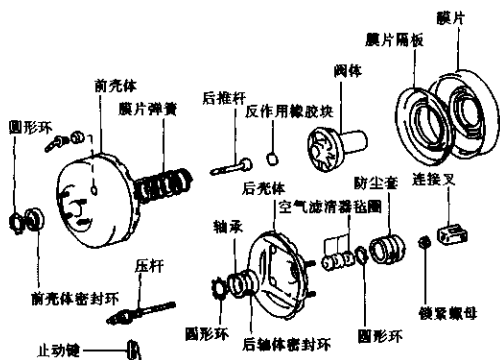

图 3-264 真空助力器的分解图
4) 分解真空助力器前，应在前后壳体上做上标记，以便于装配。然后按顺序依次拆下膜片弹簧、推杆、膜片总成及前壳体密封件等，如图 3-264 所示。